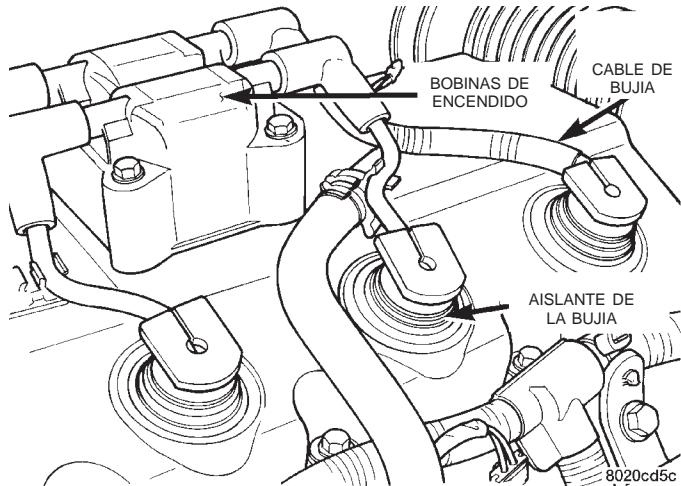

Fig. 18 Conjunto de bobinas de encendido
(2) Retire el conjunto de bobina de encendido (Fig. 18).
(3) Retire los pernos de la tapa de culata de cilindros.
(4) Retire la tapa de la culata de cilindros.